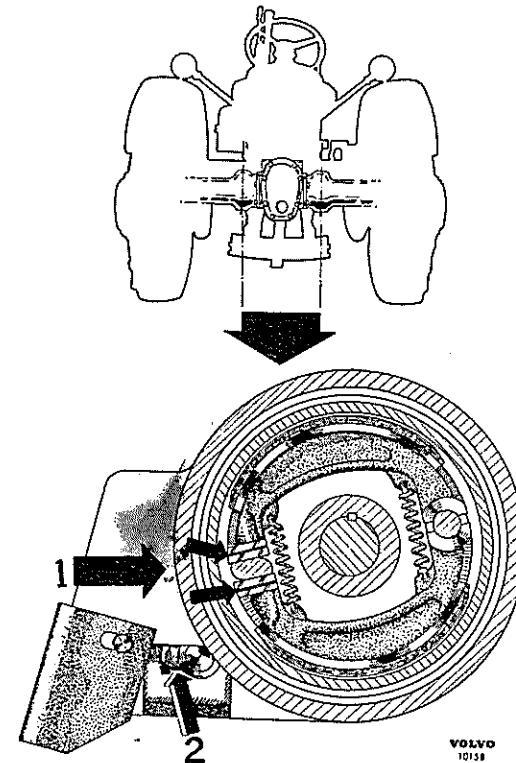

Fig. 32. Réglage des freins.
Le réglage des freins est effectué comme montre la figure 32. Les ajustements mineurs peuvent être opérés à l'aide de l'écrou (2) qui est accessible après enlèvement du carter. Pour faciliter les ajustements plus importants, et pour assurer l'utilisation des garnitures jusqu'à leur usure totale, des rondelles d'épaisseur spéciales peuvent être placées entre les mâchoires et la came de frein.